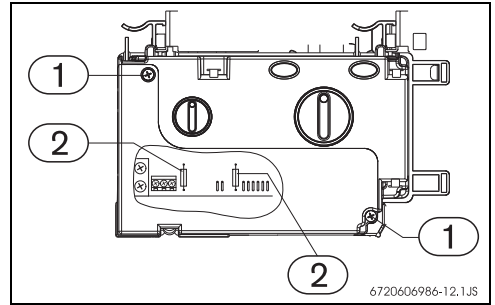

Fig. 20 Caja de mando
- ▶ Retire los tornillos de la caja (→Fig. 20, [1]) y retire la tapa.
- ▶ Cambie los fusibles (→Fig. 20, [2]).